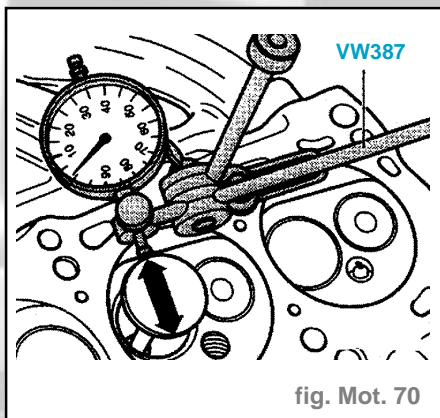

fig. Mot. 70
- Contrôler le basculement de la soupape à l'aide du support **VW387** et d'un comparateur (fig. Mot. 70).